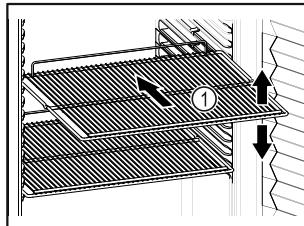

Fig. 30 Simbolična slika
- ❑ Če je odlagalna rešetka Fig. 30 (1) premična, jo prilagodite po višini.